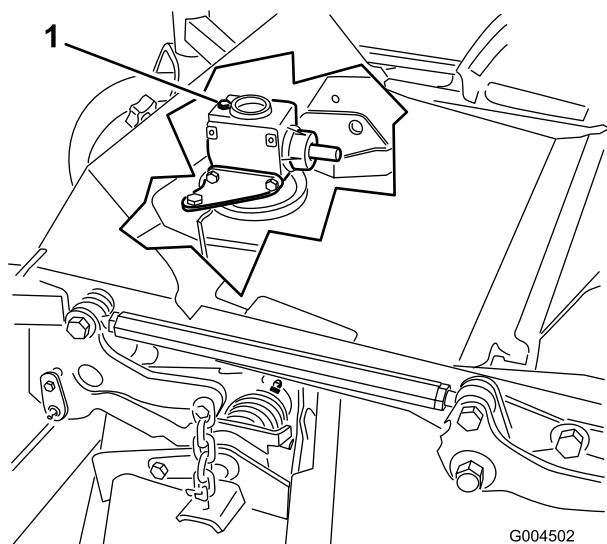

Figura 40
6. Togliete il tappo di riempimento/asta di livello da sopra gli ingranaggi (Figura 40) e verificate che il lubrificante si trovi tra i segni riportati sull'asta.
6. Togliete l'asta di livello/tappo di riempimento da sopra gli ingranaggi (Figura 40).